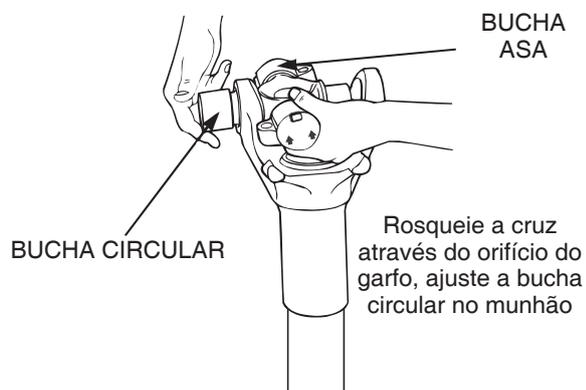

Figura 4.33
4. Posicione a primeira bucha no munhão rosqueando a cruz do munhão através do orifício do garfo. Figura 4.33.